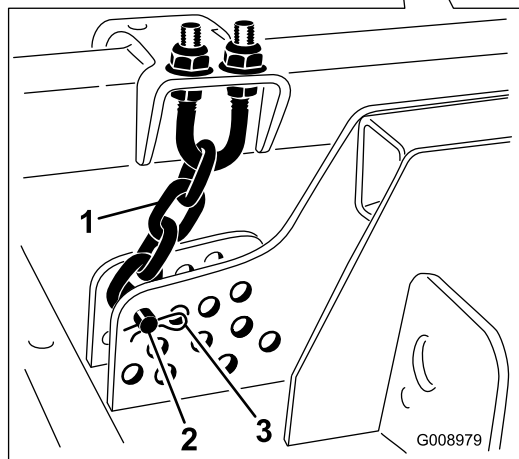

Figura 91
3. Retire el pasador de horquilla y el pasador que fijan las cadenas de ajuste de la altura de corte a la parte trasera de la unidad de corte (Figura 91).